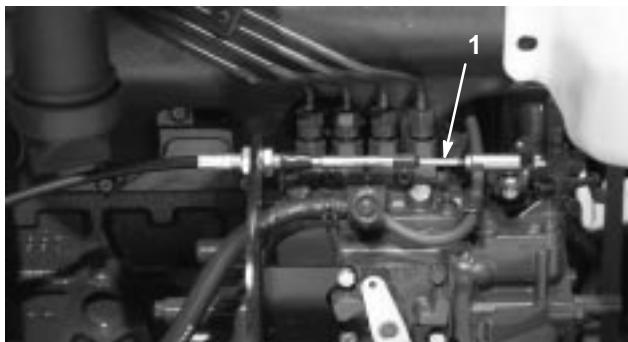

**Figure 52**
Vérifiez l'état et la tension de la courroie (Fig. 52) toutes les 100 heures de fonctionnement.
2. Si ce n'est pas le cas, desserrez les boulons de montage de l'alternateur (Fig. 52). Augmentez ou diminuez la tension de la courroie et resserrez les boulons. Contrôlez de nouveau la flèche de la courroie pour vérifier si la tension est correcte.